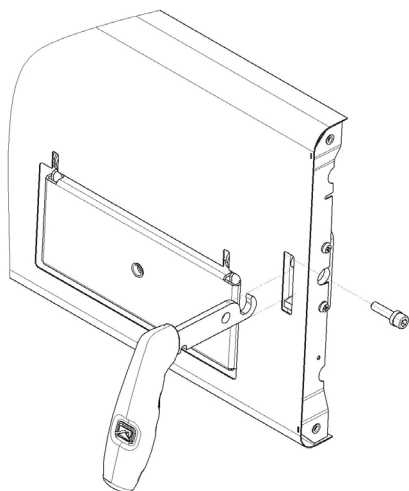

Рисунок 6.3
3. Разместить ручку и закрепить рис. 6.3. В момент установки одно из фторопластовых колец во время установки рекомендуется разместить на резьбовой бобышке, а второе на фиксирующем винте.